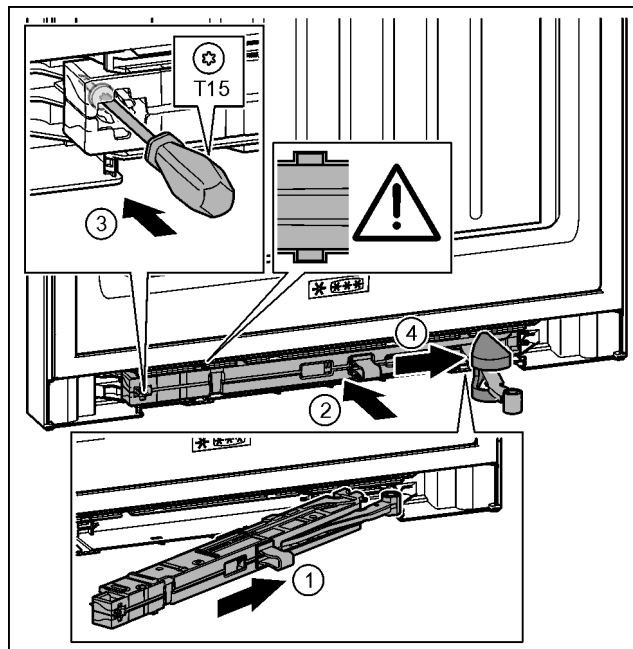

Fig. 39
- ▶ Pe partea suportului de lagăr împingeți înclinat unitatea amortizorului de închidere până la opritor în degajare. *Fig. 39 (1)*
- ▶ Împingeți unitatea amortizorului de închidere complet în degajare. *Fig. 39 (2)*
- ▶ Înșurubați ferm șurubul cu o șurubelniță T15. *Fig. 39 (3)*
- ▶ Împingeți capacul peste articulație. *Fig. 39 (4)*